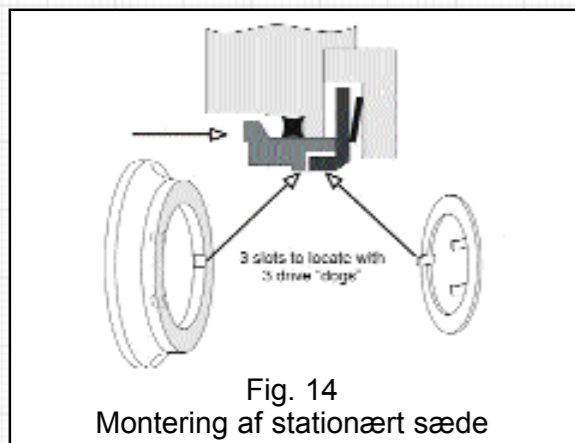

Fig. 14
a) Monter tætningsringen (83) på den statiske primære tætningsflade og smør boringen i rotorhuset med et egnet smøremiddel, der er kompatibelt med den pumpede væske og elastomeren. Brug ikke mineralolie-baserede smøremidler på EPDM-samlinger.
b) Ret rillerne i tætningsfladen ind med drivpladens 'medbringere' i tætningshuset; der findes en lille udskæring, hvor man kan se én medbringer (se fig. 14). Tryk hvert